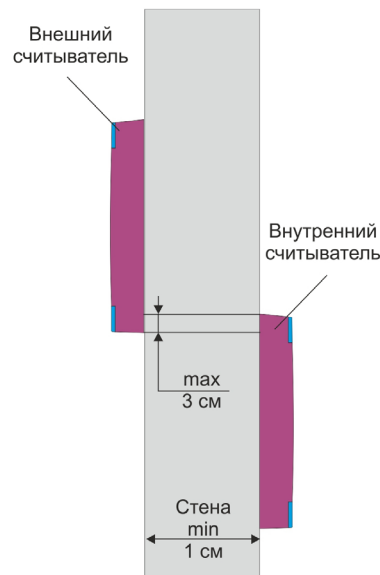

Рисунок 6. Крепление считывателей с разнесением по вертикали
- Если толщина стены менее 10 см (например, стеклянная панель), то считыватели необходимо разнести по вертикали (рисунок 6). Максимальное наложение одного считывателя на другой по вертикали – 3 см (антенны не должны пересекаться).